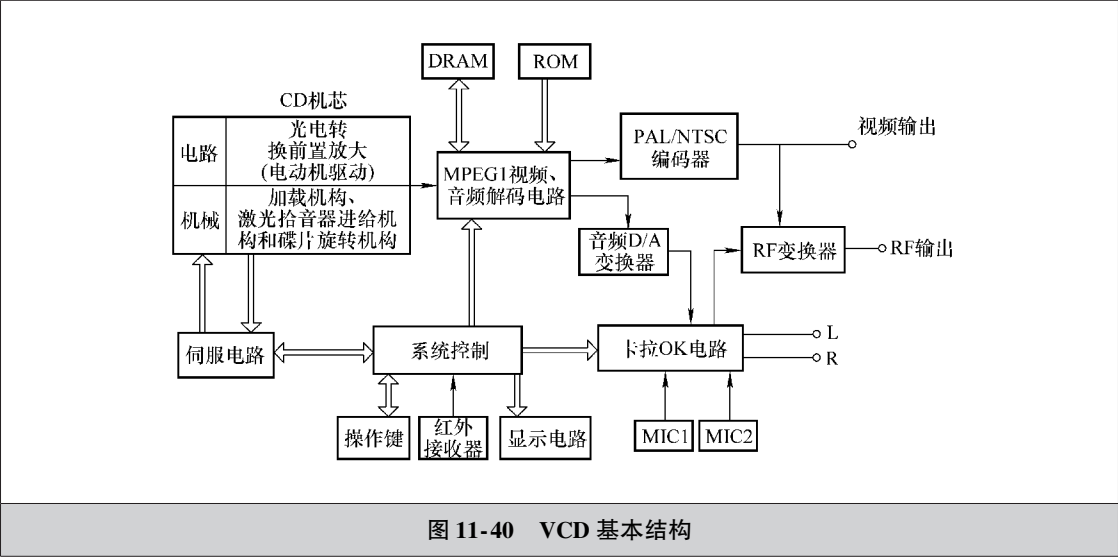

图 11-40 VCD 基本结构
1) 基本结构。VCD 影碟机主要由 CD 机芯、伺服电路、系统控制电路、MPEG-1 视音频解码电路、PAUNTS 编码器、音频电路和 RF 变换器等构成，如图 11-40 所示。